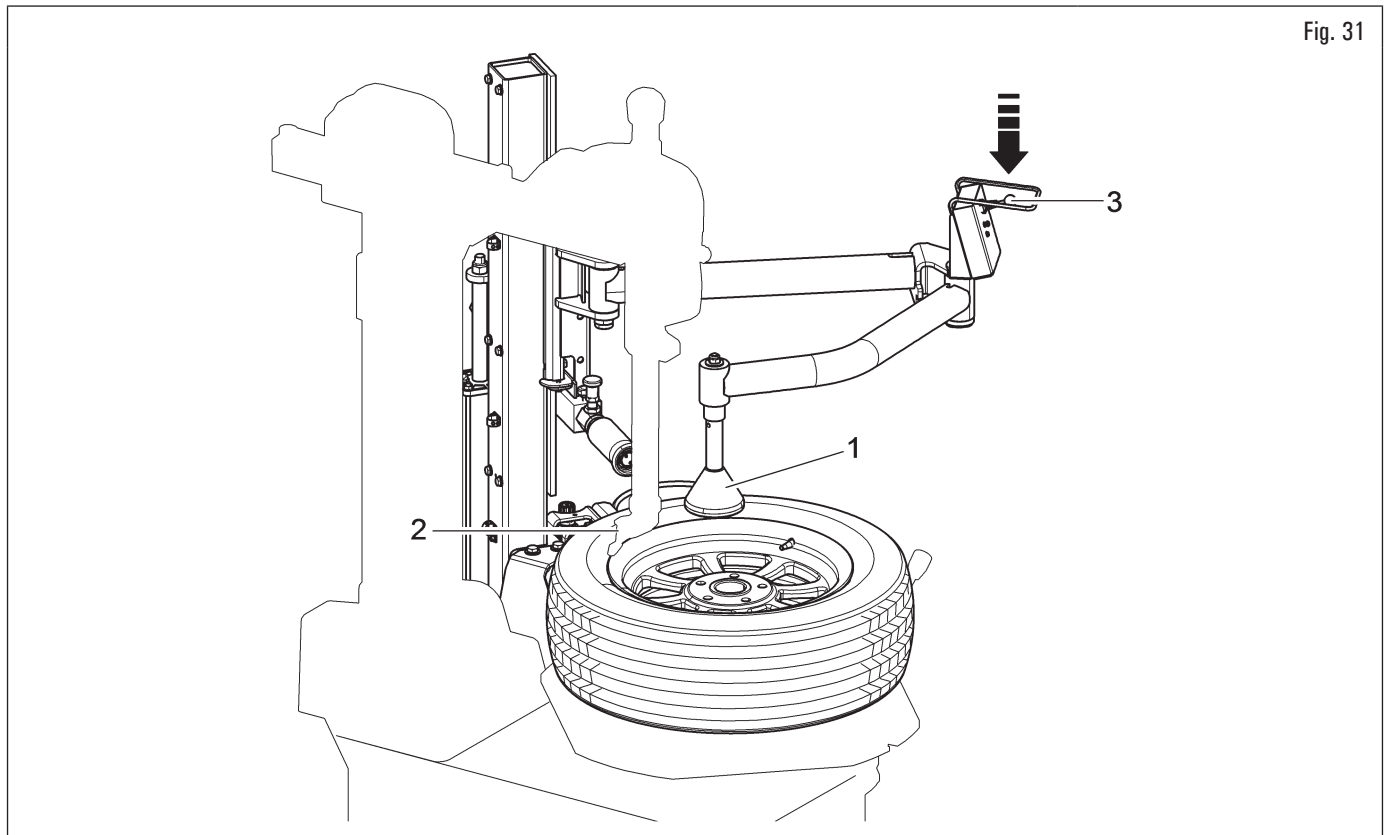

Fig. 31
1. Positionner l'outil pousse-talon (Fig. 31 réf. 1), comme indiqué dans la figure, à proximité de la tête outil (Fig. 31 réf. 2). Baisser le pneu au travers l'outil pousse-talon (Fig. 31 réf. 1) en abaissant le levier de l'unité de commande (Fig. 31 réf. 3), pour permettre un facile positionnement de la tête outil (Fig. 31 réf. 2). Verrouillez ensuite la tête outil ;
2. introduire le levier lève-pneu (Fig. 31 réf. 1) entre le pneu (Fig. 31 réf. 2) et tête outil (Fig. 31 réf. 3) ;
3. soulever l'outil pousse-talon (Fig. 31 réf. 4) du dispositif en soulevant le levier (Fig. 31 réf. 5) ;